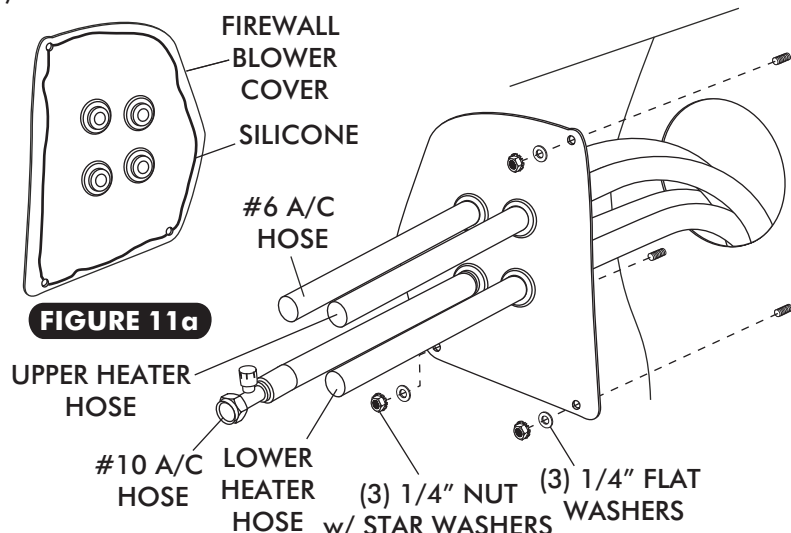

FIGURE 11a
- ☐ APPLY A 1/4" BEAD OF SILICONE AROUND THE BACK SIDE OF THE FIREWALL BLOWER COVER AS SHOWN IN FIGURE 11a BELOW.